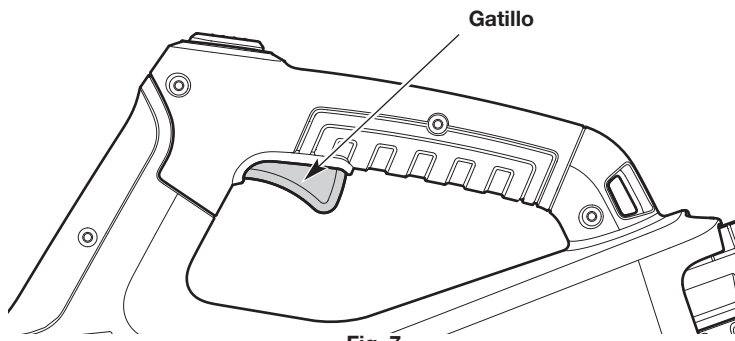

Fig. 7
2. Presione y el gatillo y manténgalo presionado para encender la unidad (Fig. 7).
1. Suelte el disparador (Fig. 7).